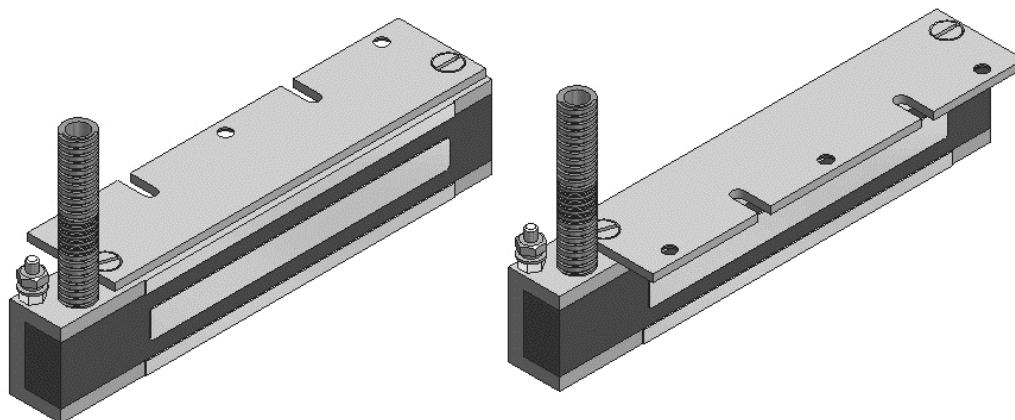

Рис.3 Варианты крепления корпуса на пластине.
5.4 Пластина (6) предназначена для крепления корпуса на дверной коробке и может устанавливаться в двух вариантах (Рис. 3) . Крепление корпусной части через пластину может выполняться без планки (2).